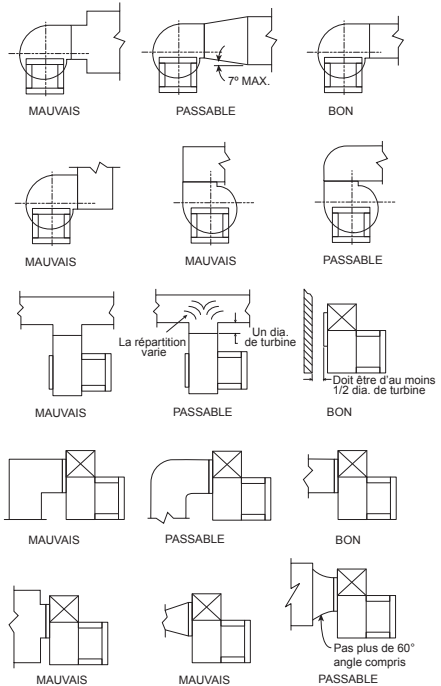

Figure 4
La Figure 4 présente des exemples d'agencement du système et de configurations d'admission et de refoulement susceptibles d'altérer les performances de la soufflante.
2. Système de gaines	2. Voir page 5, Figure 4.